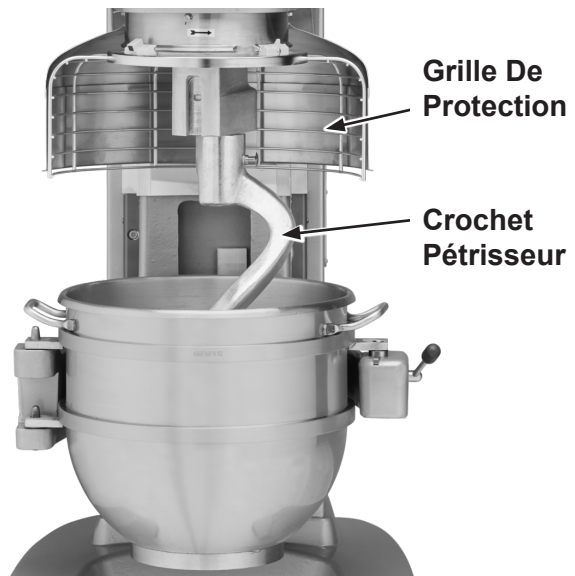

Fig. 13
5. Placez l'agitateur à l'intérieur du bol, puis fixez-le à la tige pour agitateur (fig. 13).